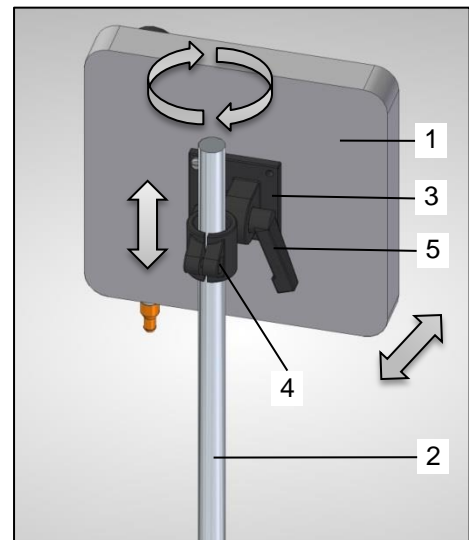

Bild 3: Montage
Bei der Montage des Terminals (Bild 3 / Pos.1) muss wie folgt vorgegangen werden:
- Wählen Sie eine geeignete Position in der Traktorkabine aus, an der Sie das Terminal (Bild 3 / Pos.1) befestigen wollen.
- Lösen Sie die Schraube (Bild 3 / Pos.4) an der Gerätehalterung (Bild 3 / Pos.3) auf der Rückseite des Terminals (Bild 3 / Pos.1).
- Führen Sie die Stange (Bild 3 / Pos.2) durch die Aufnahmeöffnung an der Gerätehalterung (Bild 3 / Pos.3) (die Stange ist nicht im Lieferumfang enthalten, $\varnothing 20\text{mm}$ & $\varnothing 30\text{mm}$).
- Positionieren Sie das Terminal (Bild 3 / Pos.1) in der gewünschten Höhe. Beachten Sie dabei, dass die Stange (Bild 3 / Pos.2) mindestens 2cm oberhalb aus der Gerätehalterung (Bild 3 / Pos.3) herausragen muss.
- Fixieren Sie das Terminal (Bild 3 / Pos.1) durch Festziehen der Schraube (Bild 3 / Pos.4) an der Stange (Bild 3 / Pos.2).
- Soll der Winkel des Terminals (Bild 3 / Pos.1) angepasst werden, lösen Sie mittels des Griffs (Bild 3 / Pos.5) die Arretierung und bringen Sie das Terminal (Bild 3 / Pos.1) in die gewünschte Position. Fixieren Sie das Terminal durch Festziehen der Arretierung mittels des Griffs (Bild 3 / Pos.5).